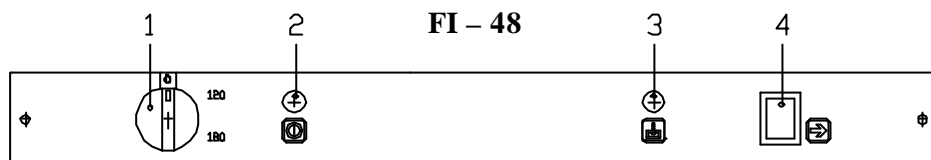
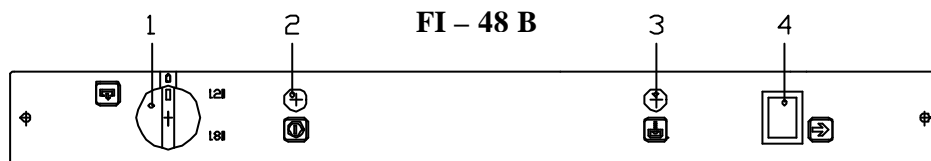
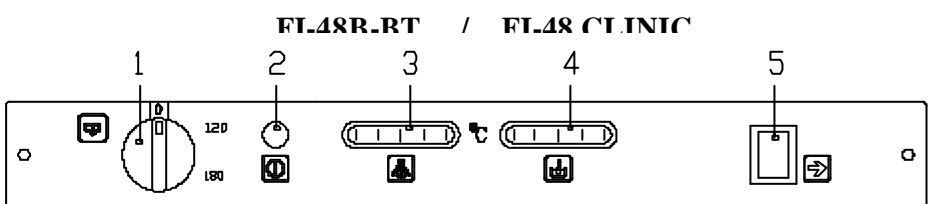
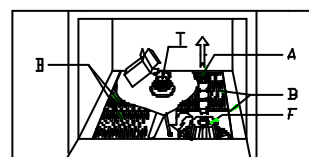

Fig. 8
Fig. 9
Fig. 11
Fig. 13
- Posicionar el conmutador (1) (Fig. 8), en el programa 120" ó 180".
- Se ilumina el piloto (2), comenzando el llenado y calentamiento del agua de aclarado y de lavado. Cuando se ilumina el piloto (3), la máquina está preparada. el ciclo comienza pulsando en (4).
- El FI-48B desagua automáticamente en cada ciclo. Para vaciar totalmente la cuba, extraer el aliviadero (A) (Fig. 13), colocar el conmutador (1) en posición  y accionar el pulsador (4) (Fig. 9).
- Finalizada la jornada situar el conmutador (1) en posición 0.
- La puesta en marcha se realiza idénticamente al FI - 48. El termómetro (3) indica la temperatura de aclarado y el (4) de lavado. La máquina está preparada cuando el termómetro (3) indica 85÷90°C y el termómetro (4) 55÷60°C (a excepción del FI-48 CLINIC : $\geq 71^{\circ}\text{C}$). El ciclo comienza pulsando en (5).
- El FI-48B-BT y FI-48 CLINIC desaguan automáticamente en cada ciclo. Para vaciar totalmente la cuba, extraer el aliviadero (A) (Fig. 13), colocar el conmutador (1) en  posición y accionar el pulsador (5) (Fig. 11).
- Aporte a la cuba la dosis de detergente o si cuenta con dosificador de detergente, regularlo a la dosis recomendada por el fabricante.(Fig.13)
- Extraer el rebosadero (A) (Fig. 13).
- Cada semana se llenará con sal común el depósito, cerrando herméticamente el tapón (T) (Fig. 13).
- Limpiar diariamente las bandejas-filtro(B), y el filtro de aspiración (F). Para ello desenclavar el aliviadero (A), ejecutar un giro antihorario sobre (F) y elevarlo. Después, posicionar (F) y enclavar (A) (Fig. 13).